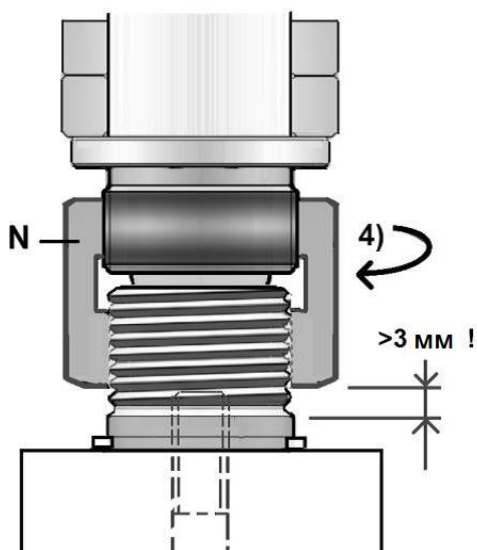
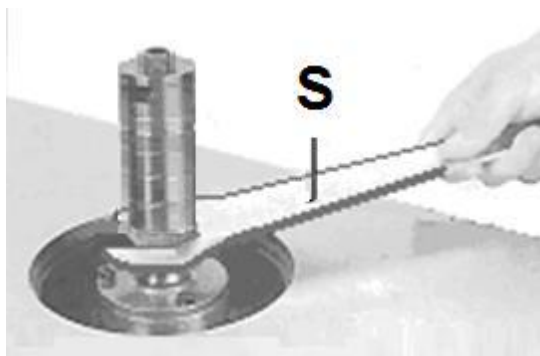

Рисунок 14
Рисунок 15
4) Крепко затяните гайку оправки (N, Рис. 14) с помощью ключа в комплекте (S, Рис. 15).